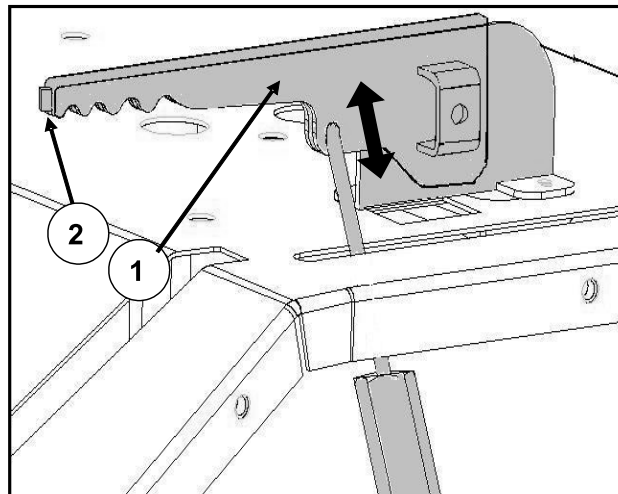

Fig. 4-14
Parkirna kočnica aktivira se ručicom (1- Fig. 4-14) koja deluje na oba diska u smislu mehaničke kontrole.
- Povucite ručicu (1-Fig 4.14) kompletno kako bi aktivirali parkirnu kočnicu.
- Povucite polugu lagano (1), pritisnite dugme (2), spustite polugu na dole i pustite dugme (Fig. 4.14).